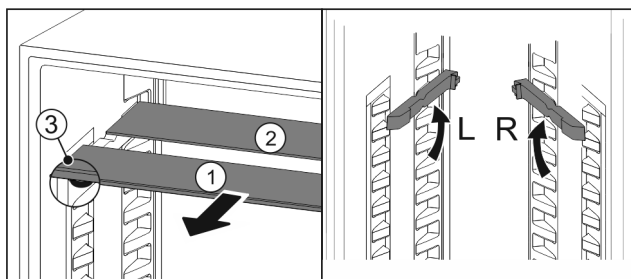

Fig. 96
- ▶ По одной извлеките *Fig. 96 (1)* стеклянные панели движением вперед.
- ▷ Стеклянная панель *Fig. 96 (1)* с декоративной планкой лежит спереди.
- ▷ Стопоры *Fig. 96 (3)* показывают вниз.